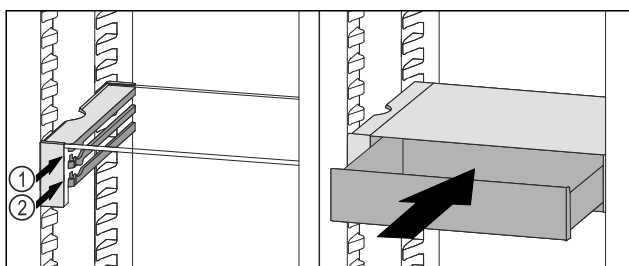

Fig. 85
- ▶ Założyć szufladę VarioSafe za stoperami na wybranych żebrowach Fig. 85 (1) lub Fig. 85 (2).